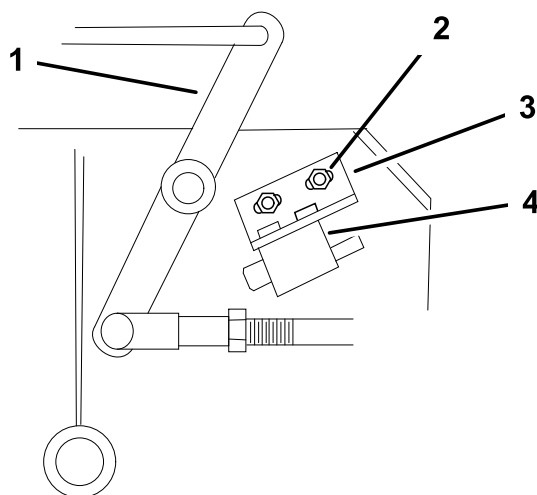

Figure 44
- Le cas échéant, réglez le contacteur de sécurité des lames en desserrant les boulons de fixation du support du contacteur (Figure 44).
Remarque: Le levier coudé **ne doit pas** toucher le corps du contacteur, car celui-ci pourrait être endommagé (Figure 44). Serrez le support de fixation du contacteur.